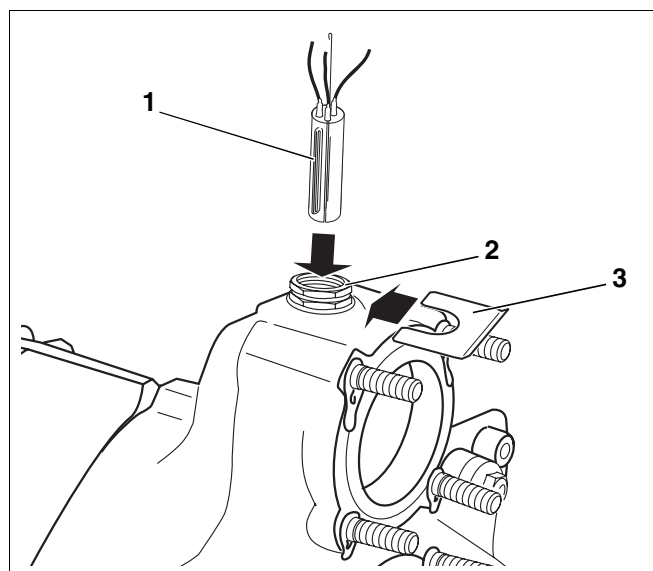

Fig. 45 Montaj – pachet de senzori
Pachetul de senzori conectat la aparatul de reglare (trei senzori, o piesă oarbă fig. 45, **poz. 1**) se introduce în teaca de imersie R $\frac{3}{4}$ ".
- Senzorii cu tub capilar se pozează spre punctul de măsurare al cazanului, acolo se introduc în teaca de imersie (fig. 45, **poz. 2**) și se asigură cu siguranța (fig. 45, **poz. 3**).